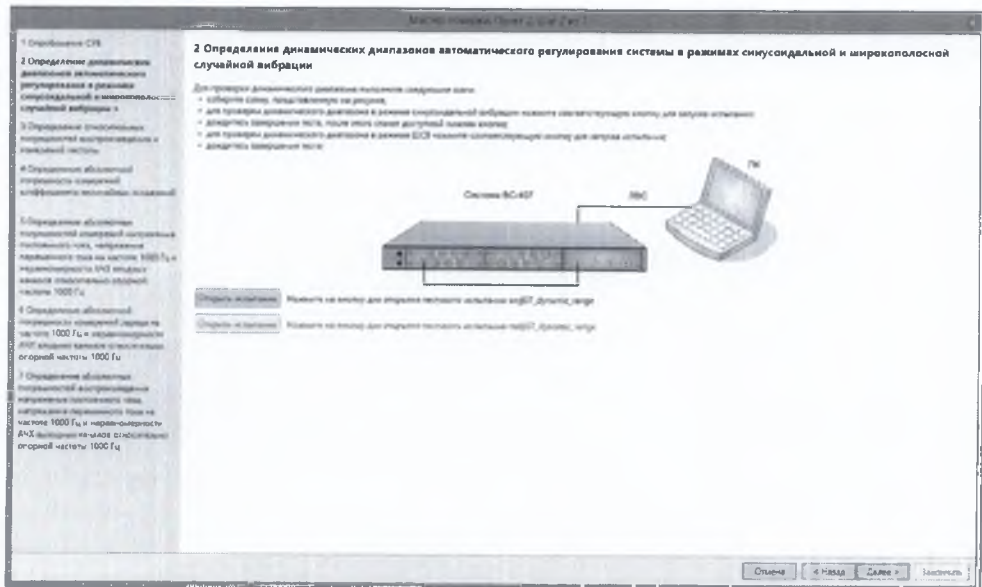

Рисунок 7.2.6
7.2.2.1 Собрать схему, изображенную в окне мастера поверки (Рисунок 7.2.6). В окне программы «Мастер поверки» нажать активную кнопку «Открыть испытание» sin407_dynamic_range, подтвердить правильность собранной схемы.
7.2.2.5 В окне программы «Мастер поверки» (рисунок 7.2.6) нажать активную кнопку «Открыть испытание» для тестового испытания gnd407_dynamic_range.